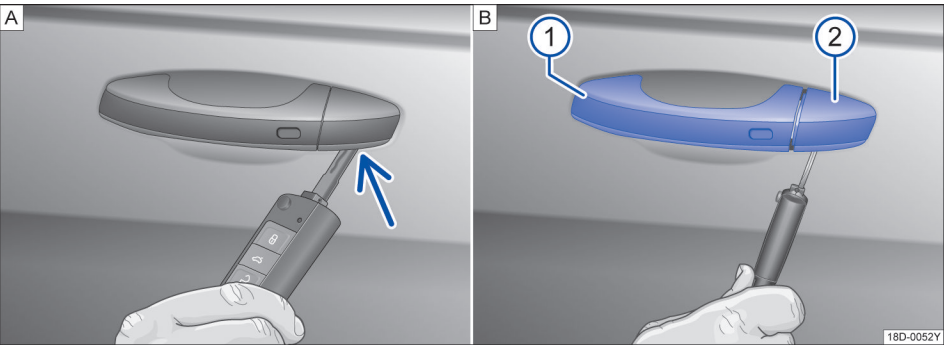

图 149 取下在驾驶员车门内车门锁的盖罩
- 将无线遥控钥匙的钥匙头从下面插入盖罩的开口内→图 149 .
- 转动钥匙以便松开盖罩并取下。→图 149